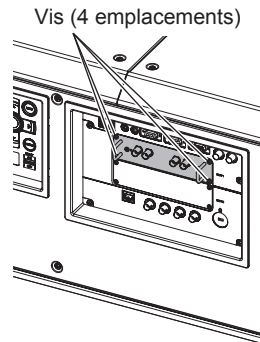

Fig. 3
3) Fixez la carte d'interface. (Fig. 3)